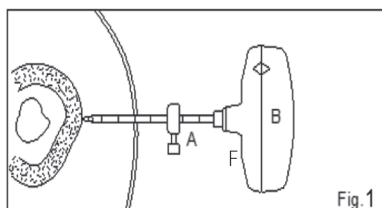

Fig.1
FIG. 1 Dependendo da profundidade do osso a ser alcançada, ajuste o medidor de profundidade na Cânula de corte (A) para o marcador de centímetros apropriado e aperte para proporcionar orientação visual. Introduza, girando no sentido anti-horário, o conjunto da Cânula de corte, Estilete e Cabo (A+B+F) até atingir a superfície do osso.